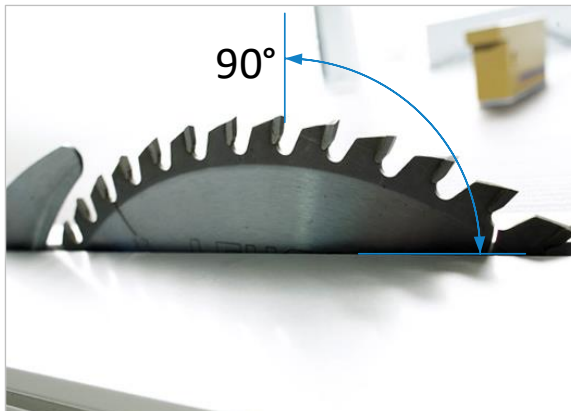

Abbildung 62: Sägeblattstellung vorbereiten
Zunächst den Hauptschalter am Schaltschrank ausschalten und mit Vorhängeschloss verriegeln. Drehen Sie das stillstehende Sägeblatt von Hand so, dass sich ein Sägezahn genau in der Achsmitte und dessen Schneidfläche im 90° Winkel zum Maschinentisch befindet (siehe ⇒ Abbildung 62 auf der nächsten Seite).
- Drehen Sie das stillstehende Sägeblatt von Hand so, dass sich ein Sägezahn genau oben in der Achsmitte und dessen Schneidfläche im 90° Winkel zum Maschinentisch befindet (⇒ Abbildung 62).